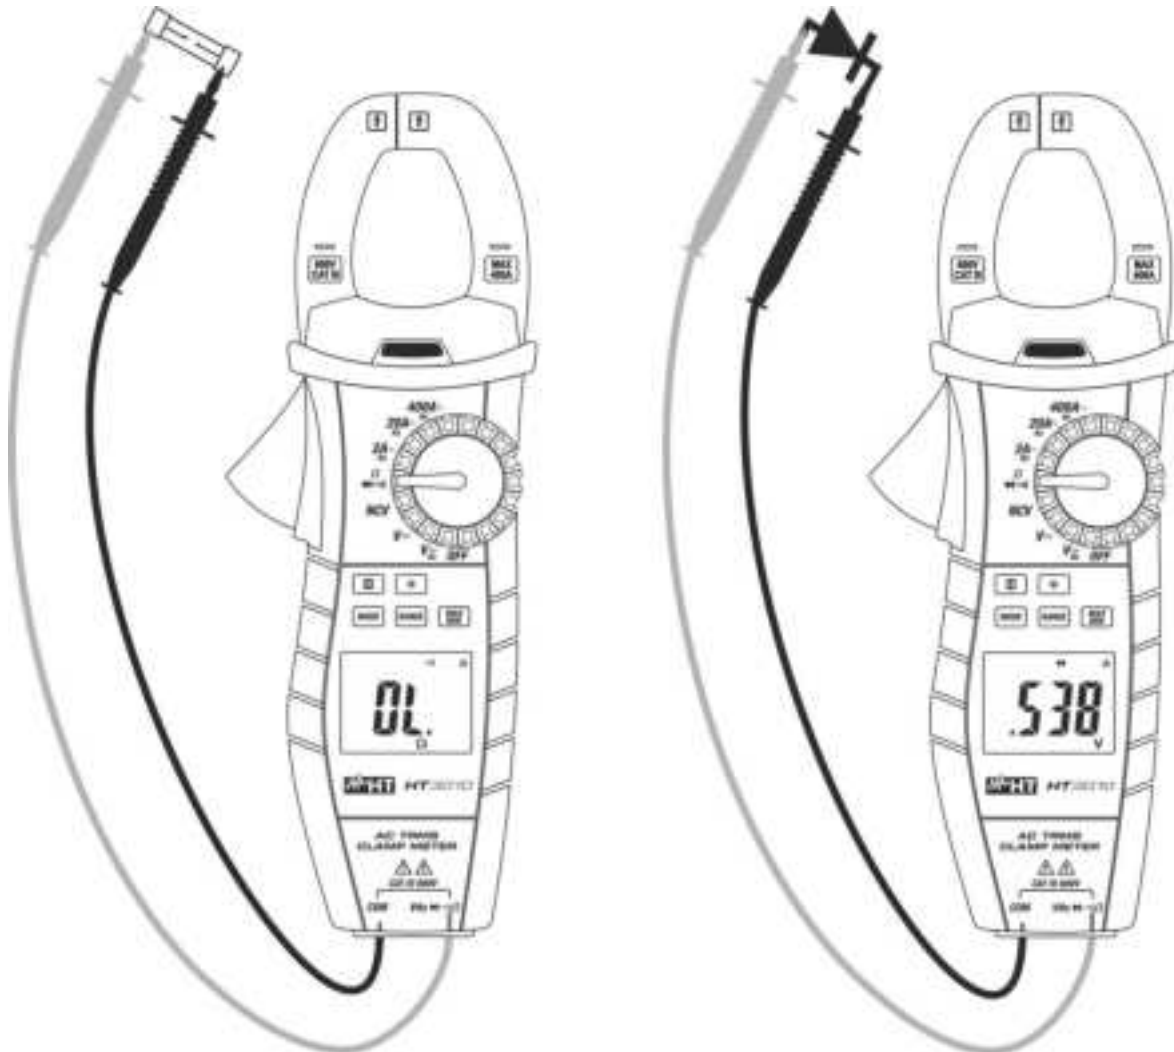

Fig. 7: Uso del instrumento para la prueba de Continuidad y Prueba de Diodos
3. Inserte el cable rojo en el terminal de entrada **VΩHz** $\rightarrow \text{diode symbol}$ y el cable negro en el terminal de entrada **COM** y efectúe la prueba de continuidad sobre el objeto en prueba (vea Fig. 7 – parte izquierda). El indicador acústico emite una señal acústica cuando el valor de la resistencia medida es inferior a aproximadamente 30Ω
5. Conecte la punta roja al ánodo del diodo y la punta negra al cátodo en caso de medida de polarización directa (vea Fig. 7 – parte derecha). Invierta la posición de las puntas de prueba en caso de medida de polarización inversa